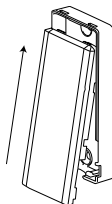

Figura 7: Cerrar la tapa del dispositivo.
4. Enganche las tapas al dispositivo y a la base magnética. Ver a Figura 7.